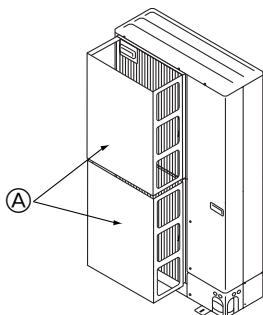

Fig. 2-15
- ① Monter en luftledeplade (ekstraudstyr), hvis enheden installeres på et sted, hvor kraftig blæst fra stormvejr osv. kan komme direkte ind i luftudblæsningen. (Fig. 2-15)